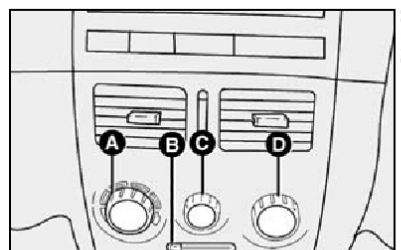

fig. 41
1) Seletor para a temperatura do ar **A-fig. 41** totalmente posicionado à esquerda.
2) Seletor do ventilador **C-fig. 41** posicionado na velocidade máxima.
3) Seletor de distribuição do ar **D-fig. 41** apontado para ; controlar para que todas as saídas de ar estejam totalmente abertas.
4) Ligar o ar-condicionado apertando o seletor **C-fig. 41**.
### COMANDOS fig. 41
O ar-condicionado é muito útil para acelerar o desembaçamento, pois desumidifica o ar. É suficiente regular os comandos para a função de desembaçamento e ativar o condicionador, apertando o seletor **C-fig. 41**.
1) Condicionador de ar ligado: seletor **C-fig. 41**.